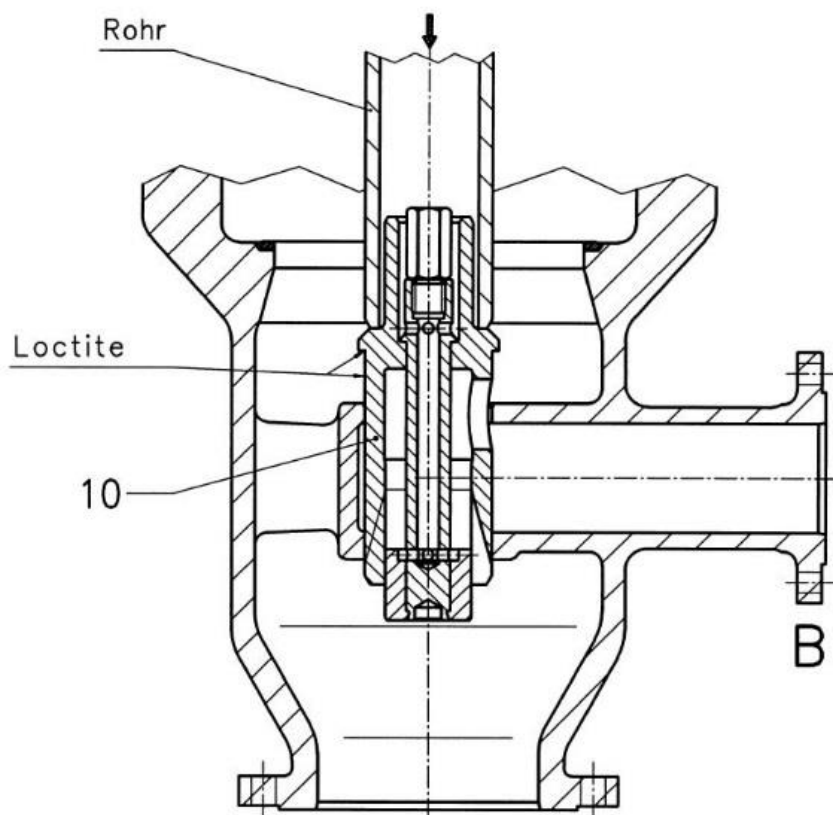

Abbildung 12 Einbau des Freilaufeinsatzes (Pos. 10 - 13)
2. Vor der Montage des Freilaufeinsatzes muss auf die Vortexbuchse (Pos. 10) LOCTITE (Spezialkleber) aufgetragen werden (siehe Abb. 12).